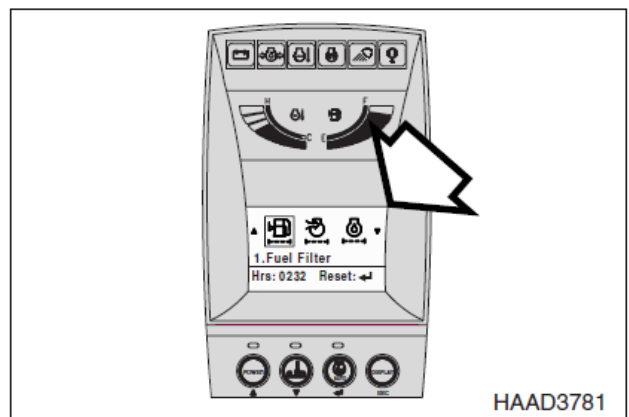

Рис. 2
**ПРИМЕЧАНИЕ:** *Наряду обычным счетчиком моточасов для контроля времени работы отдельных фильтров можно использовать многофункциональный индикатор (рис.2). См. "Информация о фильтре/маслах", стр. 2-37.*